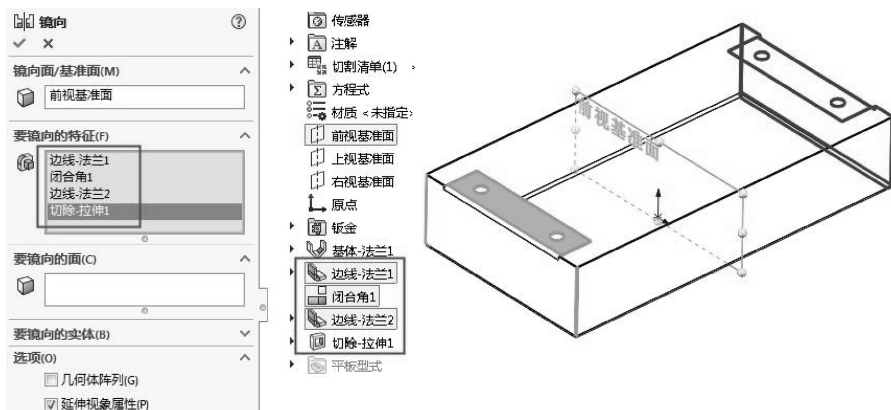

图 6-75 镜向钣金特征
- 08 在【特征】选项卡中单击【镜向】按钮, 弹出【镜向】属性面板, 选择钣金件的边线、闭合角、拉伸切除作为要镜向的特征, 选择前视基准面作为镜向面, 完成钣金特征的镜向, 如图 6-75 所示。